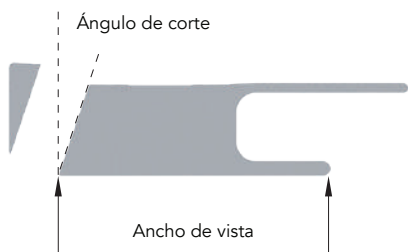

Figura 9
- Ajuste el ángulo de su sierra de mesa según lo determinado para la moldura a fin de lograr el ángulo de la ventana o pared con esquinas irregulares. Ejemplo: Si el ángulo de la ventana o de la esquina de la pared es de 110°, entonces el corte angular de su sierra para la moldura es de 35° (Figura 8) para cada longitud de moldura. Se necesitan dos (2) longitudes por esquina (Figura 9).